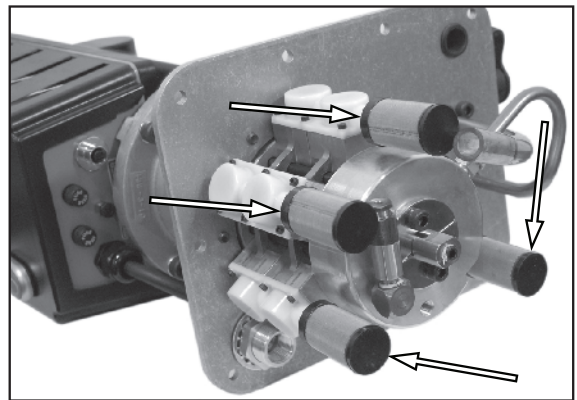

Figura 6.
12. Vedere la Figura 6. Sostituire i filtri di aspirazione in ingresso. (4 pz.)